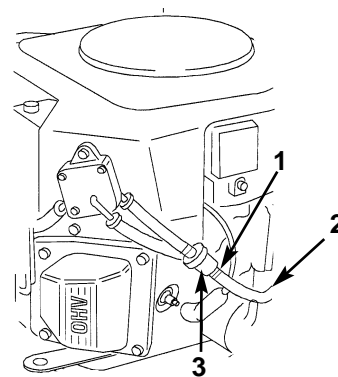

**Bild 27**
2. Den Kraftstoffhahn am Kraftstofftank schließen (Bild 27).
7. Den Kraftstoffhahn am Kraftstofftank öffnen (Bild 27).